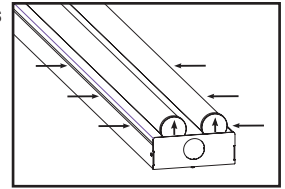

Fig. 1
2. Extraiga la cubierta del canal del cuerpo principal apretando debajo de las lengüetas de bloqueo y levantando dicha cubierta. Repita esta operación en todos los lugares donde haya lengüetas de bloqueo (Fig. 1). Para evitar que se doble, no tire de los extremos de la cubierta del canal.